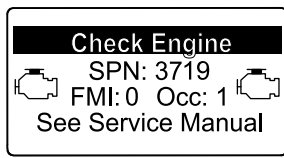

Figure 79
- Avertissement moteur SPN 3719, FMI 0 (Figure 79)